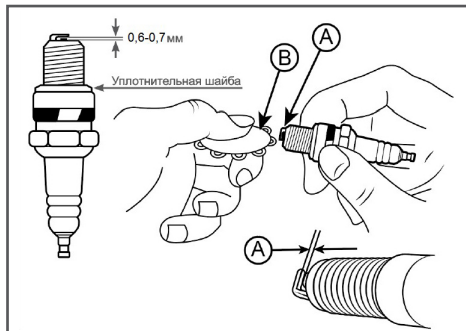

Рис. 11 Проверка зазора между
4. Измерьте зазор между электродами специальным щупом. Зазор должен быть 0,6-0,7 мм (Рис.11). При увеличении или уменьшении требуемого зазора рекомендуется заменить свечу, так как регулировка зазора может привести к изменению качества искрообразования.